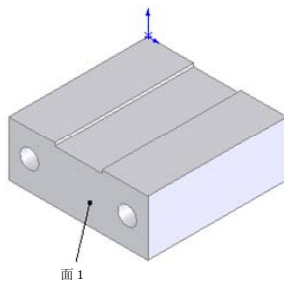

图 10-44 拉伸切除后的图形
**② 拉伸切除实体**
2) 在[终止条件]一栏的下拉菜单中，用鼠标选择[完全贯穿]选项。单击按钮，结果如图 10-44 所示。
**③ 绘制草图。**
1) 单击图 10-44 中的表面 1，然后单击[视图（前导）]工具栏的[视图定向]中的[正视图]按钮，将该表面作为绘制图形的基准面。